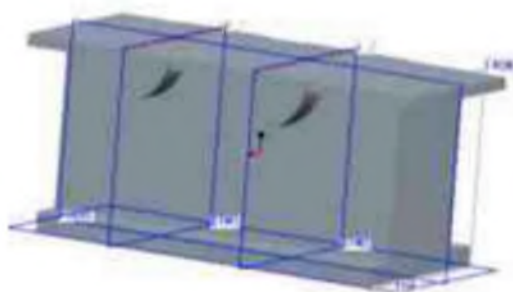

图 1-13
2) 用同样的方法创建过另一圆柱轴线的基准平面 DTM2，两个基准平面创建后，如图 1-13 所示。